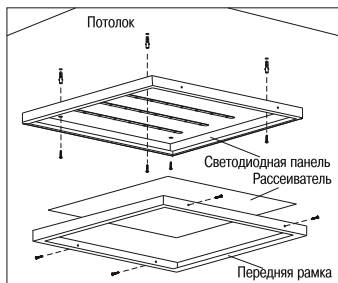

Рисунок 1
5.1.1 Накладной монтаж светодиодной панели осуществляется непосредственно на поверхность потолка с креплением светильника через отверстия в корпусе (рисунок 1). Крепёж для накладного способа монтажа в комплекте не поставляется.